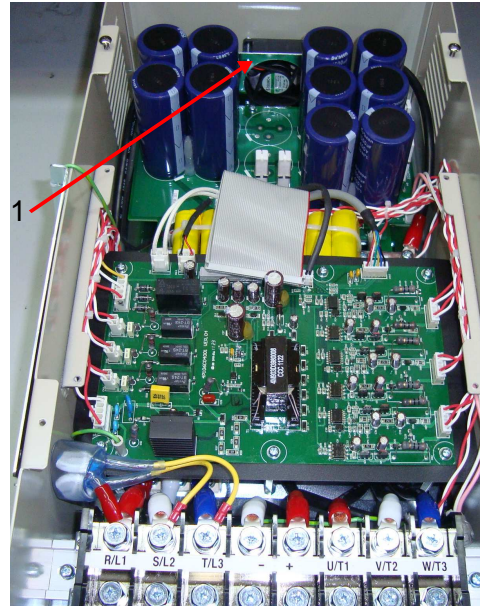
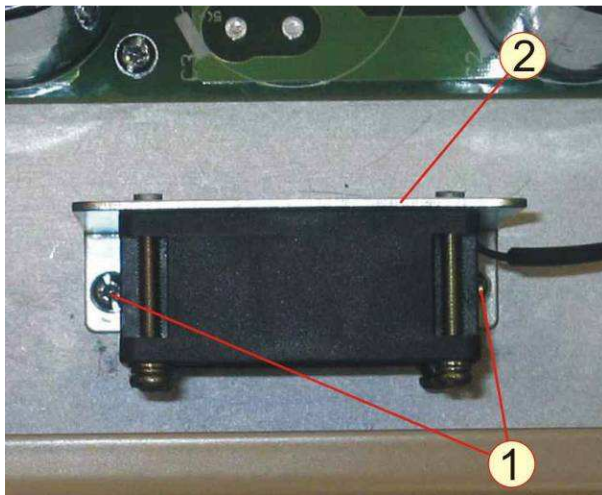

Рисунок 6.16 – Вид ПЧ со снятой панелью
Рисунок 6.17
6.7.2 Снять стойку внутреннего вентилятора (рисунок 6.16), выкрутив два винта крепления стойки к радиатору (рисунок 6.17). Положить винты в тару.